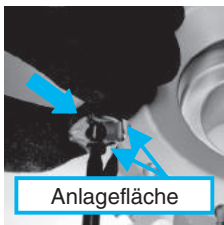

Abb. 1
- Drücken Sie nach dem Auftragen des Heißschrauben-Compounds auf den konischen Schraubenkopf und das Gewinde die Wendeschneidplatte gegen die Auflagefläche, stecken Sie die Schraube in das Loch der Wendeschneidplatte, und ziehen Sie sie mit dem korrekten Drehmoment fest. Siehe Abb. 1 und 2.